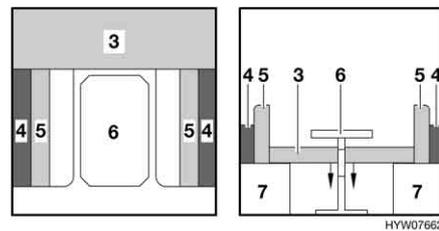

Bild 93 Während des Umbaus
- Die Sitzpolster (Bild 93,5) aufrecht stellen.
- Tisch (Bild 93,6) zum Bettunterbau umbauen (siehe Abschnitt 6.12).